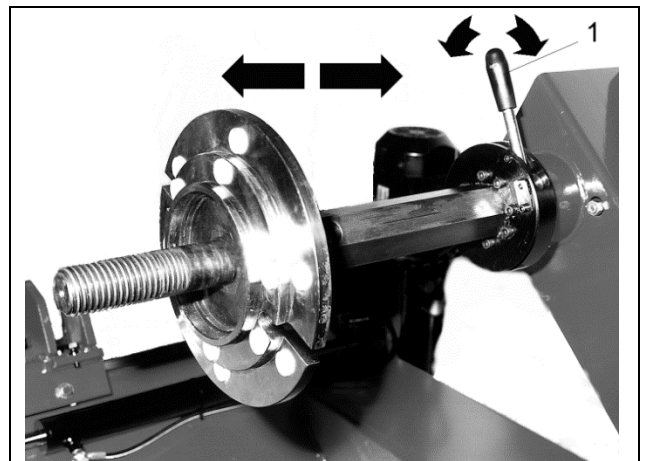

Abb.16
- F.** Das Spannfutter kann in 3 verschiedenen Positionen arretiert werden. Den Feststellhebel (#1 Fig.16) betätigen und das Spannfutter längs der Welle verschieben. Sicherstellen, daß die Welle korrekt arretiert ist.